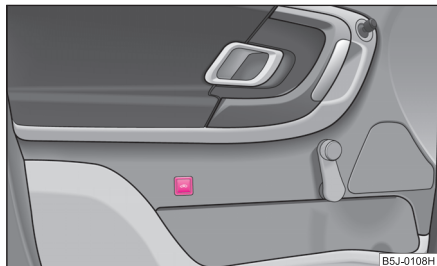

Fig. 27 Touche de surveillance de l'habitacle
- Appuyez sur la touche  dans la portière conducteur $\Rightarrow$ fig. 27.